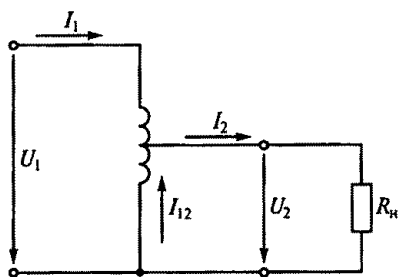

Рис. 178
6.46. Каковы I_1 и I_{12} в схеме автотрансформатора на рис. 178, если ток нагрузки $I_2=5$ А, напряжение $U_2=0,5U_1$? (Током холостого хода пренебречь.)